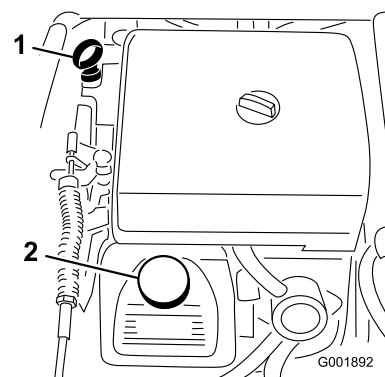

Figura 50
- Togliete l'asta di livello ed asciugatela con un panno pulito (Figura 50). Inserite l'asta nel tubo e verificate che sia inserita a fondo. Rimuovete l'asta e controllate il livello dell'olio.
3. Se il livello dell'olio è basso, togliete il tappo di rifornimento dal coperchio della valvola (Figura 50)
8. Versate lentamente circa l'80% della quantità indicata d'olio nel bocchettone di rifornimento (Figura 50).